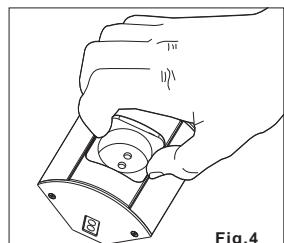

Fig.4
- Reassemble the grille with a light pressure (fig.4);
- Remettre la grille avec une légère pression de la main (fig. 4);